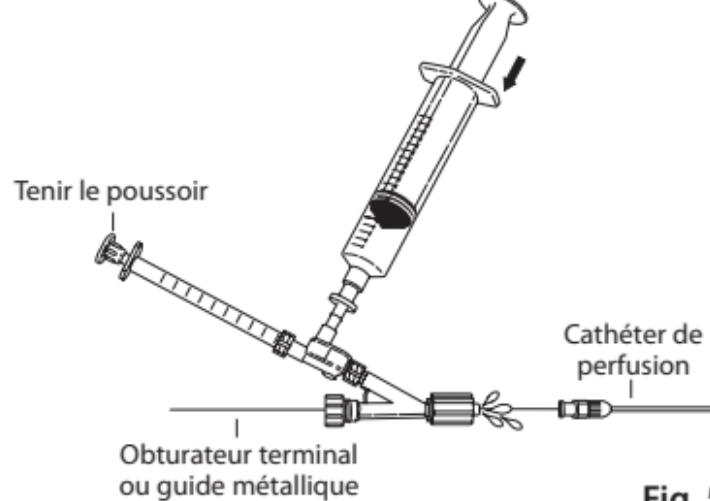

Fig. 5
- Pour raccorder l'adaptateur Tuohy-Borst muni de la double valve anti-retour au cathéter de perfusion, desserrer la valve Tuohy-Borst et glisser l'ensemble sur l'obturateur terminal du cathéter. Avant de faire le raccordement au cathéter, tenir le poussoir de la seringue de 1 mL fixe et appuyer sur la seringue de 20 mL en veillant à purger l'air de l'ensemble. Laisser un ménisque de solution sur le raccord Luer Lock de l'adaptateur Tuohy-Borst avant d'y raccorder le cathéter de perfusion. (**Fig. 5**)